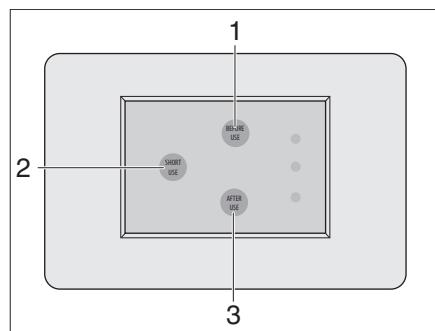

Fig. 386 Panel del aseo con vibrador
- Presionar el pulsador de descarga corta (Fig. 386,2).
- Antes de ir al baño presionar el pulsador previo a la utilización (Fig. 386,1).
- Despues de ir al baño presionar el pulsador posterior a la utilización (Fig. 386,3).